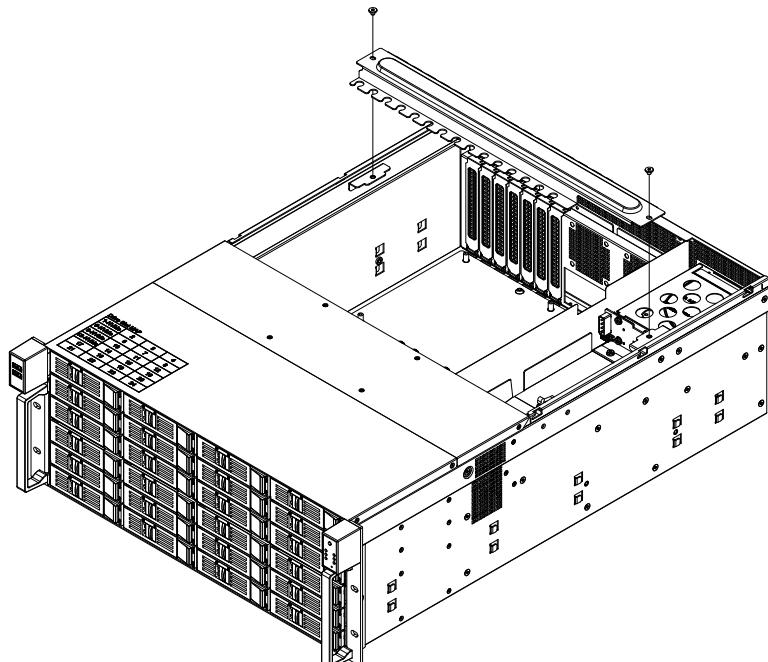

Figure 2.2 Removing a hold down bar/ 移除固定压杆 / 移除固定壓桿
2. Lift upward to remove it (see Figure2.2).
2. 向上抬起并取出（如图 2.2 所示）。
2. 向上抬起並且取出（如图 2.2 所示）。